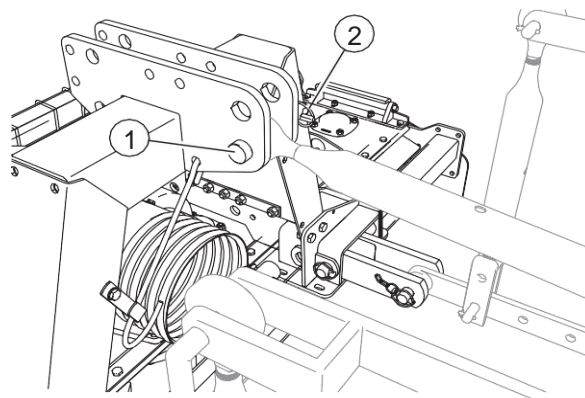

FIG. 19
- Flytta traktorns toppstång till trepunktsfästet ("fig. 19"). Justera toppstången så att maskinen vilar på marken. Skjut in fästbulten (1). Säkra bulten med låssprinten (2) som ingår som standardutrustning.